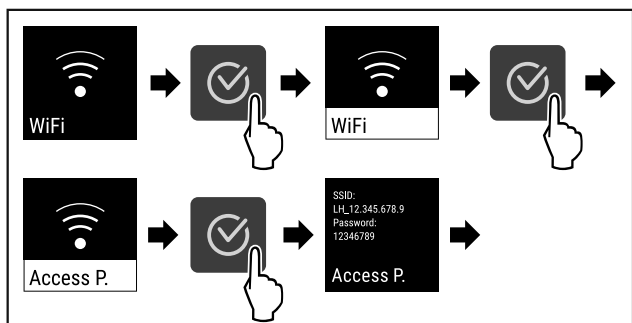

Fig. 75
- ▶ Kryeni hapat e veprimit (shihni Fig. 75).